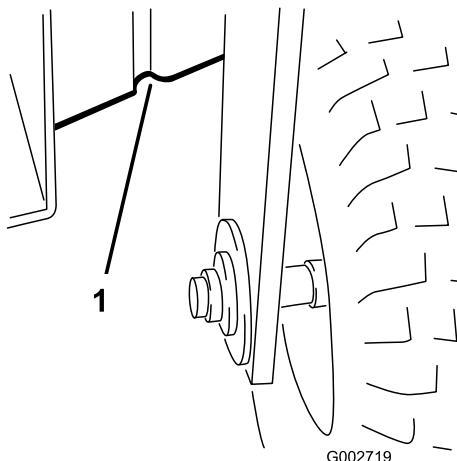

Figura 18
- Parte da frente debaixo da estrutura atrás da roda dianteira (**Figura 18**).